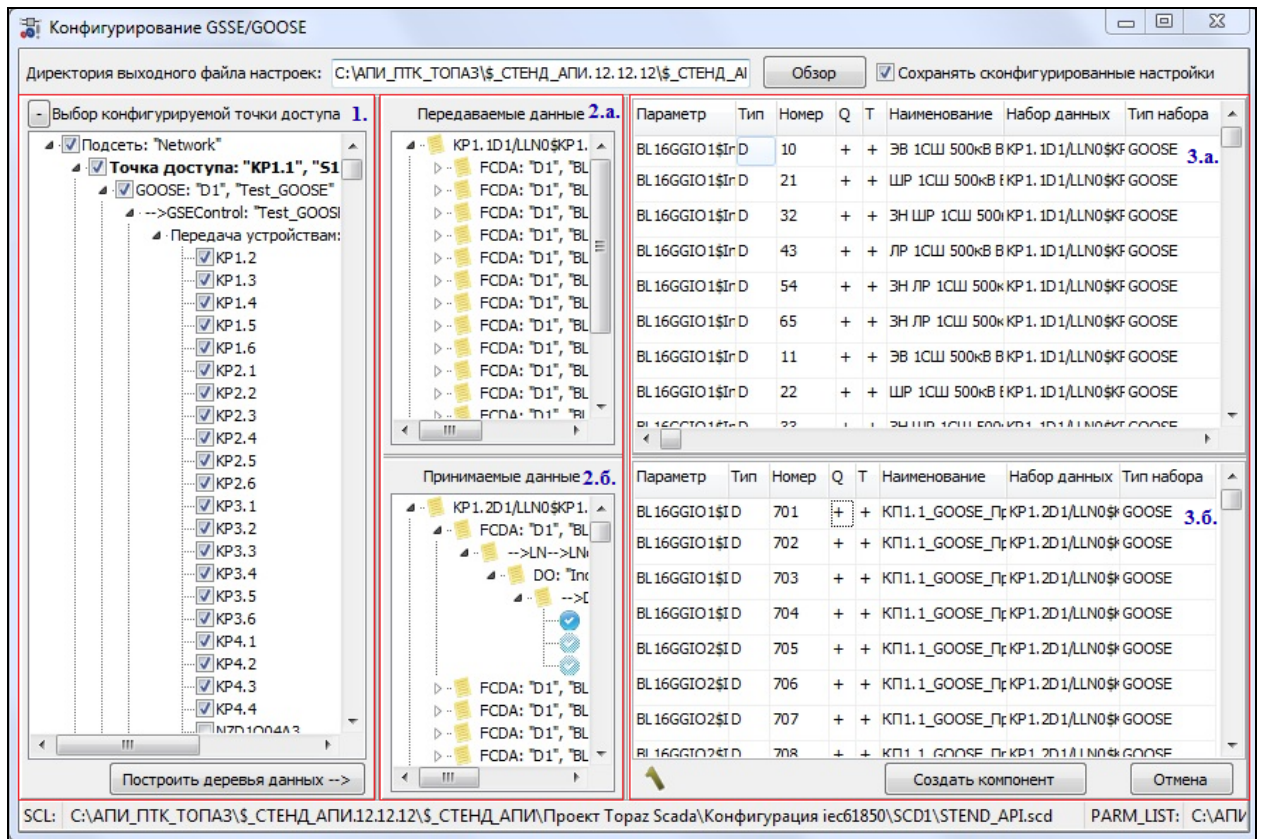

Рисунок 1.25 – Внешний вид окна конфигурирования GSSE/GOOSE
1. Панель выбора конфигурируемой точки доступа представляет собой графическое отображение фрагмента файла SCD, необходимого для конфигурирования GSSE/GOOSE. Галочками отмечаются: подсеть, одна из точек доступа, конфигурируемые GOOSE сообщения и устройства, которым эти сообщения хотим передать (см. рисунок 1.25).